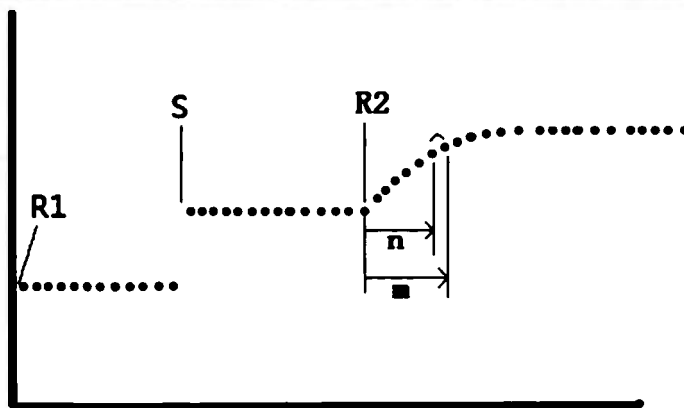

Рисунок 124 – Перед добавлением второго реагента
4) Настройка четвертой контрольной пробы, второй реагент (R2) устанавливается в качестве узла, необходимо выбрать в списке ADVANCE MODE пункт ADD AFTER R2 (после добавления второго реагента) в качестве пустого интервала, как показано на рис. 124, R2 - добавление точки второго реагента, поглощающая способность контрольной пробы соответствует среднему поглощению от точки n до точки m .